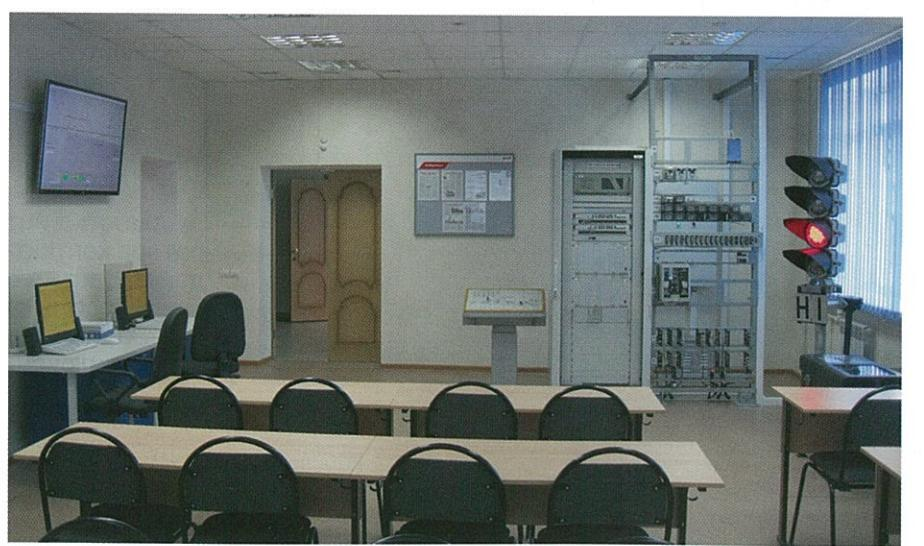

РИС. 1
■ В июле 2014 г. в Тынде в рамках программы празднования 40-летнего юбилея Байкало-Амурской магистрали состоялось торжественное открытие учебного центра профессиональных компетенций Дальневосточной дороги, в котором будут готовить специалистов по 14 железнодорожным профессиям. В новом учебном центре размещены различные лабораторные стенды для изучения работы эксплуатируемых на дороге устройств. В их числе стенд, позволяющий осваивать функции системы микропроцессорной централизации стрелок и сигналов МПЦ-И, разработанный специалистами ЗАО НПЦ «Промэлектроника» (рис. 1). Это уже второй лабораторный комплекс МПЦ-И, установленный на Дальневосточной дороге. Потребность в обучении специалистов очень высока, ведь сегодня более десяти станций и разъездов Северного широтного хода оборудованы современной микропроцессорной централизацией МПЦ-И.